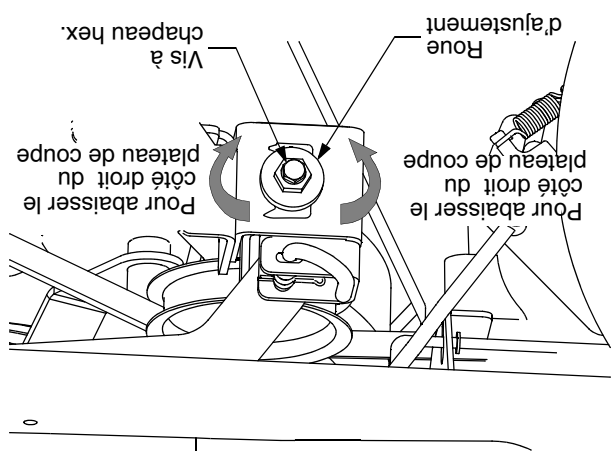

Figure 30
- Desserrez (sans l'enlever) la vis à chapeau hex. du support d'accrochage droit du plateau de coupe. Voir la Figure 30.
- Mettez le plateau de coupe de niveau en utilisant une clé pour tourner la roue de réglage (qui se trouve juste derrière la vis à chapeau hex. que vous venez de desserrer) vers la droite pour abaisser le côté droit du plateau de coupe ou vers la gauche pour le relever. Voir la Figure 30.